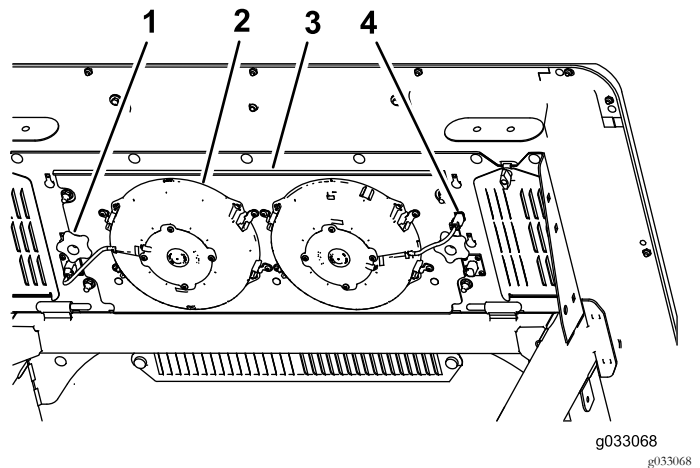

图58
3. 从插座上断开风扇的插头和电源线图58。
4. 卸下将风扇面板组件和风扇固定驾驶室顶部图58下方的2个旋钮然后取出组件。